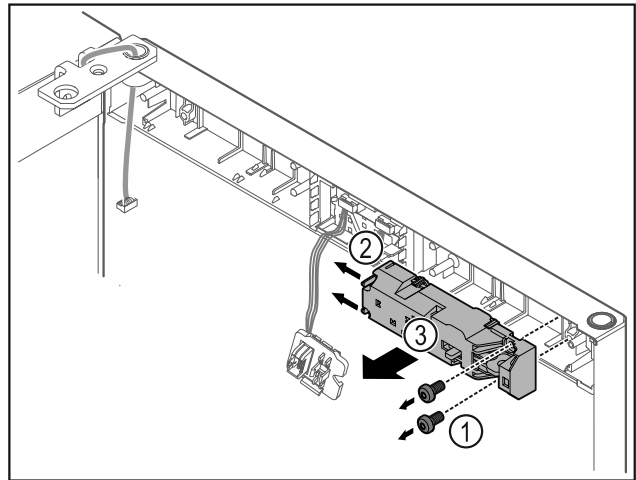

Fig. 18
- Odstraňte šrouby Fig. 18 (1).
- Nosy zarážky Fig. 18 (2) stlačte na stranu a sejměte dálkový zámek Fig. 18 (3).